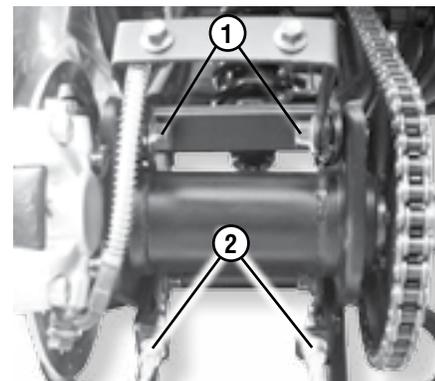

Рис. 14. Регулировка натяжения цепи
- ослабьте болты крепления корпуса задней оси к маятниковой вилке (рис. 14, поз. 1)
- отрегулируйте натяжение цепи. Регулировку натяжения цепи производите равномерным вращением гаек растяжек (рис. 14, поз. 2)